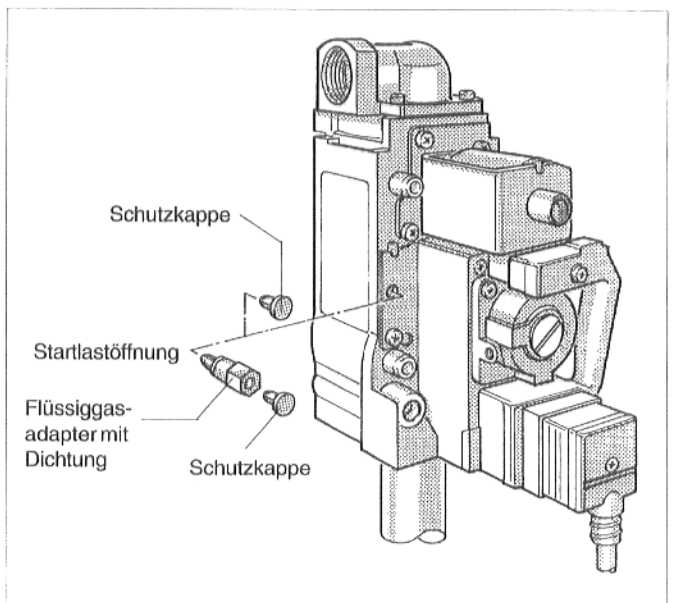

Abb. 43: Gasbrennerarmatur "Honeywell" VR 4601 C
- Bei Umstellung auf Flüssiggas Schutzkappe über der Startlastöffnung entfernen und Flüssiggasadapter mit Dichtung einschrauben. Sollte der Flüssiggasadapter nicht mit einer eigenen Schutzkappe versehen sein, Schutzkappe der Startlastöffnung auf den Flüssiggasadapter aufstecken (Abb. 43).
Bei Umstellung auf Erdgas Adapter herausdrehen und Schutzkappe auf Startlastöffnung aufstecken (Abb. 43).